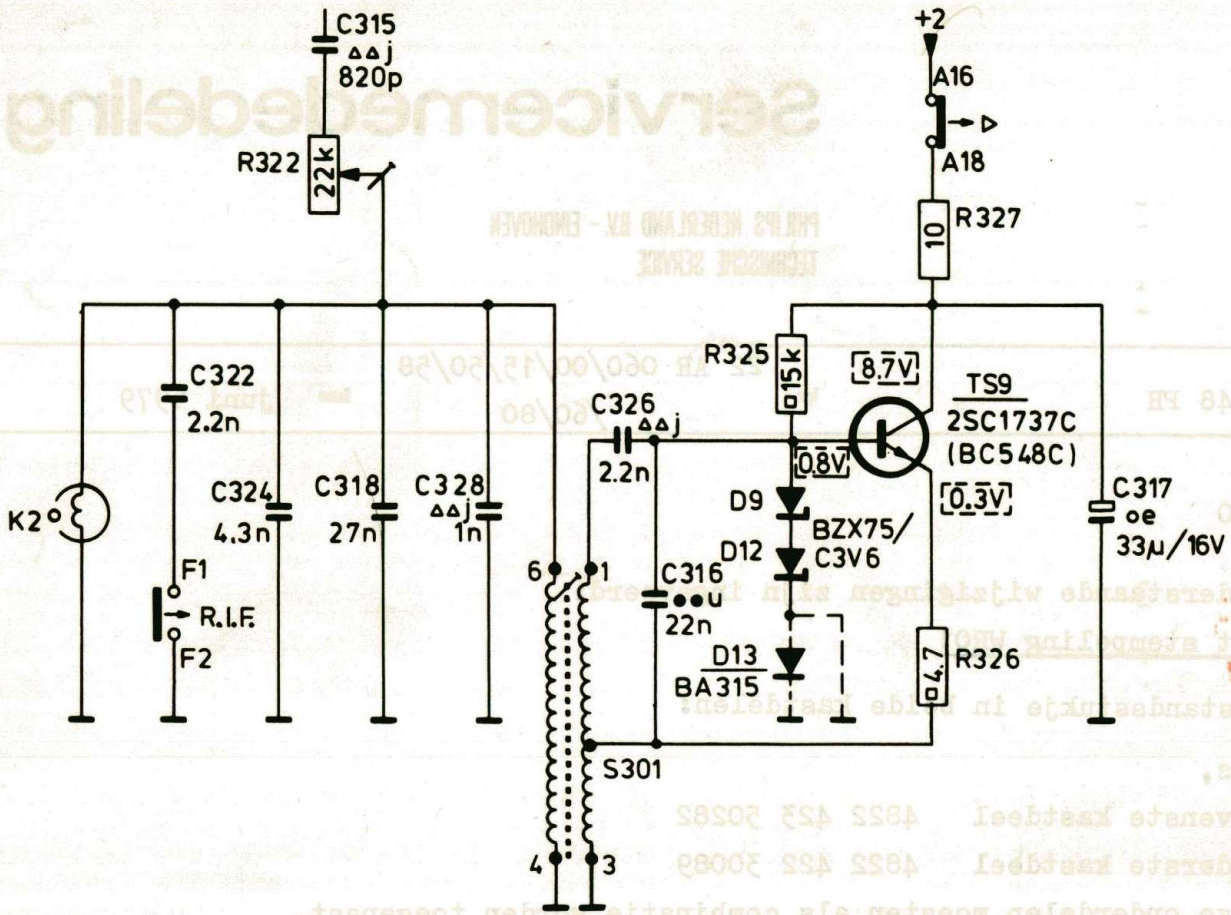

Fig. 1
- Vanaf stempeling WRO2 wordt een ander wisoscillator-circuit toegepast (zie fig. 1 en 2).